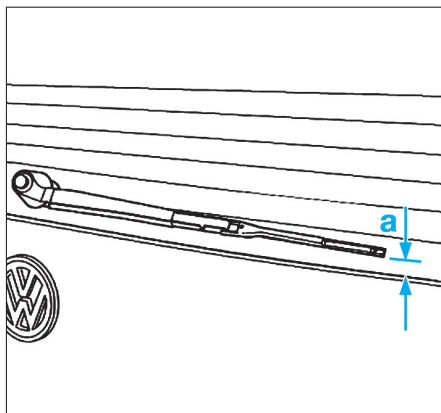

FIG. 101
• Ajuster l'écart (a) entre la raclette d'essuie-vitre et l'arête inférieure de la glace doit être de $(a) = 32 \pm 5 \text{ mm}$ (Fig.101).